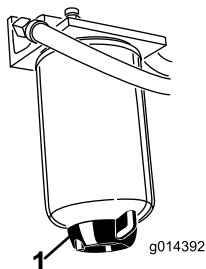

Figure 29
Vidangez chaque jour l'eau ou autres impuretés qui se trouvent dans le séparateur d'eau (Figure 29). Changez la cartouche du filtre toutes les 400 heures de fonctionnement.
2. Dévissez le bouchon de vidange en bas de la cartouche du filtre (Figure 29).